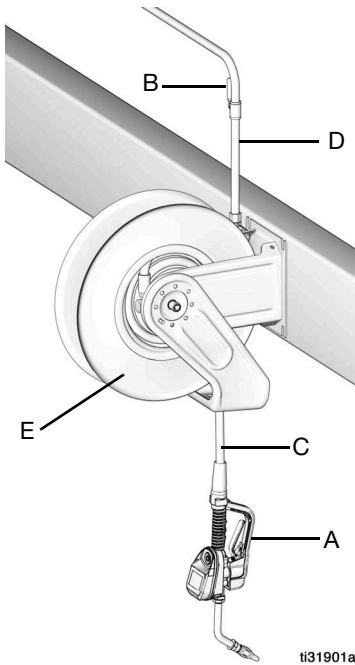

FIG. 6
La instalación típica que se muestra en la FIG. 6 se facilita solo a modo de referencia. No es un diseño del sistema completo. Póngase en contacto con su distribuidor de Graco si desea obtener ayuda para planificar un sistema adecuado a sus necesidades.
2. Cierre la válvula de cierre (B, véase FIG. 6, página 9).
1. Cierre la válvula de cierre de fluido (B, véase FIG. 6, página 9) en cada posición de dispensación.
4. Abra poco a poco la válvula de cierre (B) en la posición de dispensación. Descargue una cantidad suficiente de aceite para garantizar que todo el sistema está limpio; a continuación cierre la válvula.